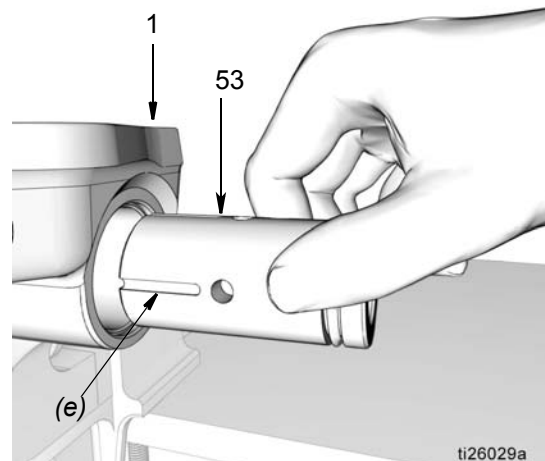

FIG. 42
- c. Monter le manchon de l'élément de pompe (53) dans la base de la pompe (1). Pour déterminer la bonne orientation d'installation, se reporter à la FIG. 42.